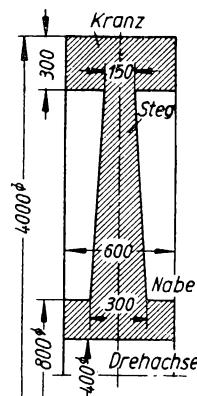

Bild 101
- 241.** Bei einem Schwungrad ist der Kranz mit der Nabe durch eine vollwandig gegossene Stegscheibe nach Bild 101 verbunden (Ausführung von Ilgner). Wie groß ist